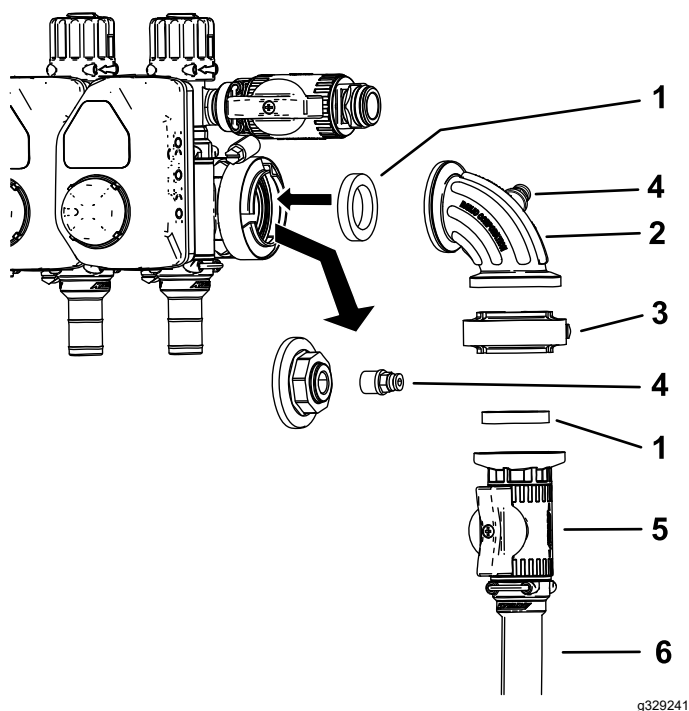

Figura 21
9. Desconecte el tapón y el acoplamiento del orificio del manómetro (Figura 21).
10. Instale el conjunto de la válvula de control según se muestra en Figura 21.
11. Instale el racor en el orificio abierto del acoplamiento de 90 grados (Figura 21).